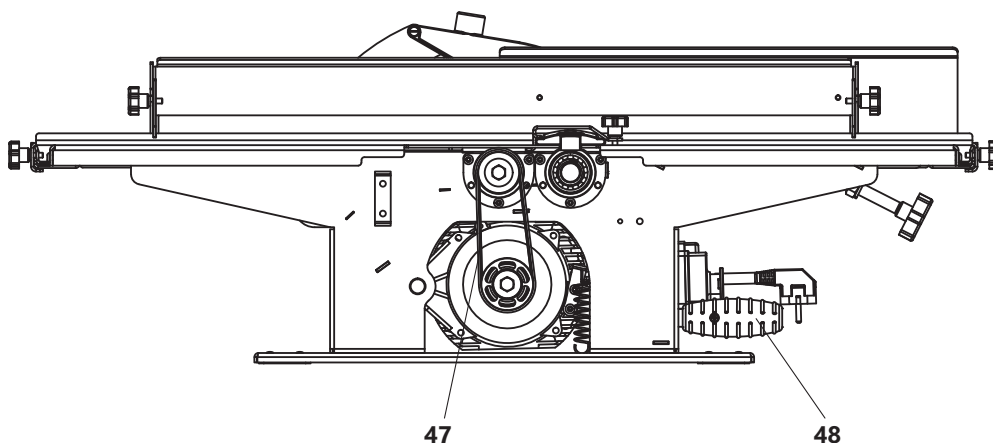

Рисунок 11. Установка приводного ремня
8.3 Замена приводного ремня (рис.11)